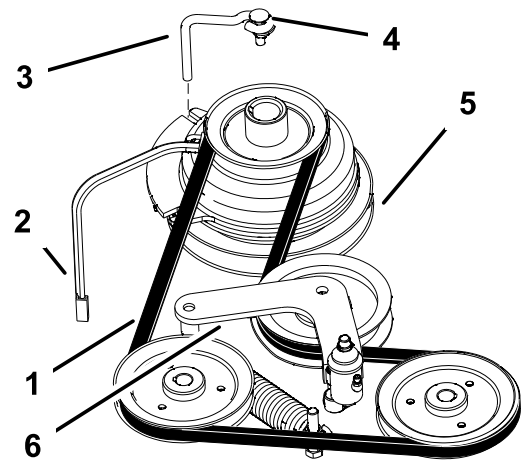

Figure 46
2. Retirez le boulon de la butée d'embrayage et débranchez le fil de l'embrayage électrique (Figure 46).
4. Retirez la courroie de transmission des poulies du moteur et des pompes hydrauliques (Figure 46).
5. Montez la courroie neuve sur les poulies du moteur et des pompes hydrauliques (Figure 46).
7. puis relâchez-la (Figure 46).